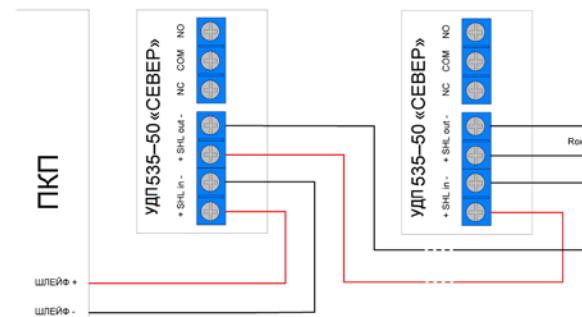

Рис.2. Схема подключения устройств в шлейф
- 5.3. Подключите провода шлейфа через герметичные кабельные вводы к клеммам на плате устройства согласно схеме приведенной на Рис.2